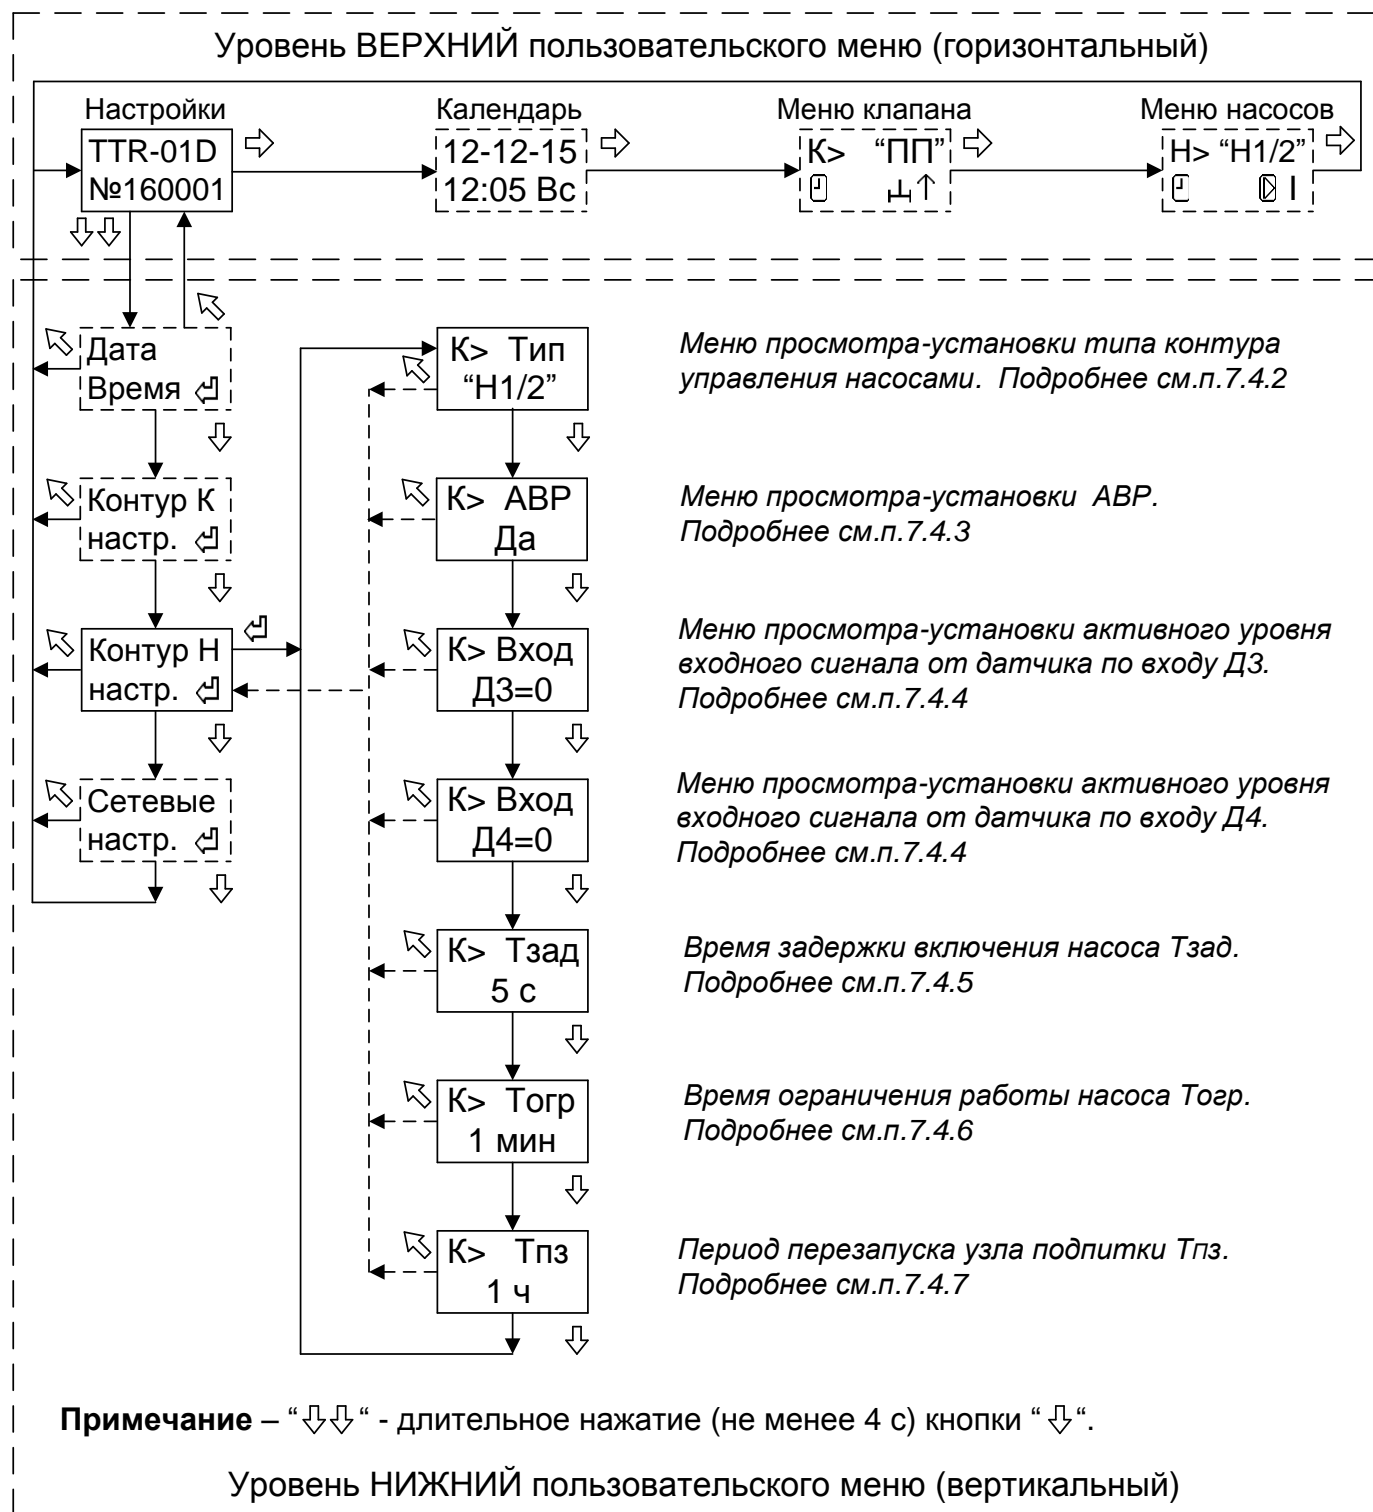

Рисунок 5 - Структура меню настройки параметров контура управления насосами.
7.4.3 Вход в меню просмотра-установки параметра **АВР** (автоматический ввод в работу резервного насоса в случае неисправности основного) производится при нажатии кнопки “↵” (см. рисунок 5).
7.4.5 Вход в меню просмотра-установки параметра времени задержки включения насоса **Тзад** производится при нажатии кнопки «↵» (см. рисунок 5).
7.4.6 Вход в меню просмотра-установки параметра времени ограничения работы насоса **Тогр** производится при нажатии кнопки “↵” (см. рисунок 5).
7.4.7 Вход в меню просмотра-установки параметра периода перезапуска узла подпитки **Тпз** производится при нажатии кнопки “↵” (см. рисунок 5).